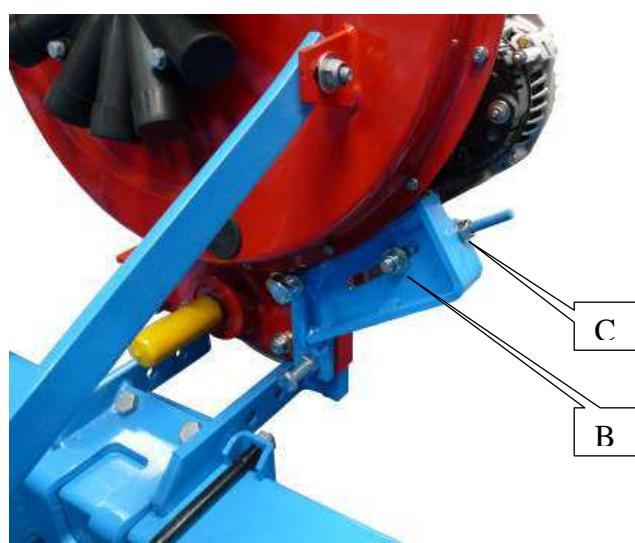

Fig. 3
- Desserrer l'écrou avant (B - fig. 3)
- Avec une clé, serrer ou desserrer l'écrou de réglage (C - fig. 3) afin d'obtenir la tension nécessaire au bon fonctionnement (137 Hz).
- Die vordere Mutter lösen (B - Abb. 3)
- Mit einem Schlüssel die Stellmutter anziehen oder lösen (C - Abb. 3), um die richtige Spannung für einen einwandfreien Betrieb zu erhalten (137 Hz).
- Unscrew the front nut (B - fig. 3)
- With a wrench, screw or unscrew the adjusting nut (C - fig. 3) in order to obtain the tension required for correct operation (137 Hz).